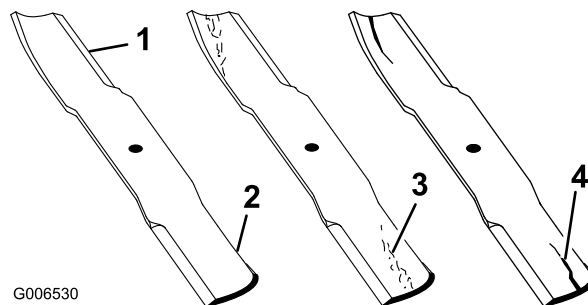

Figura 25
4. Examine cuidadosamente los extremos de corte de la cuchilla, sobre todo en el punto de reunión entre la parte plana y la parte curva de la cuchilla (Figura 25).
Nota: Puesto que la arena y los materiales abrasivos pueden desgastar el metal que conecta las partes curva y plana de la cuchilla, compruebe la cuchilla antes de utilizar la máquina. Si observa desgaste (Figura 25), cambie la cuchilla; consulte Cómo retirar la cuchilla.
Si se permite que la cuchilla se desgaste, se formará una hendidura entre la vela y la parte plana de la cuchilla (**Figura 25**). Con el tiempo, una parte de la cuchilla podría desprenderse y salir lanzada desde debajo de la carcasa, posiblemente causando lesiones graves a usted o a otra persona.